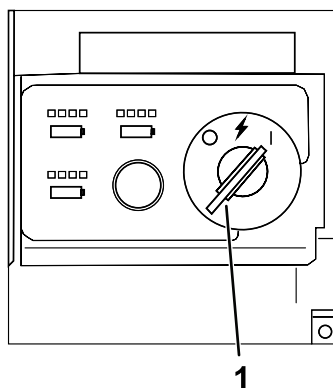

Figura 12
4. Rode a chave para a posição LIGAR para ligar a máquina (Figura 12).